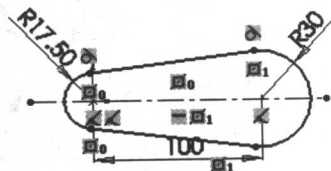

图 1-1 斜板草图
在本实例中, 将利用草图绘制工具绘制图 1-1 所示的斜板草图。所用到的工具包括中心线绘制工具、圆绘制工具、直线绘制工具、裁剪工具、镜像工具和添加几何关系工具。
16. 标注半径。单击智能尺寸按钮, 重新标注圆弧的半径尺寸, 从而完成整张草图的绘制工作, 绘制结果见图 1-1。